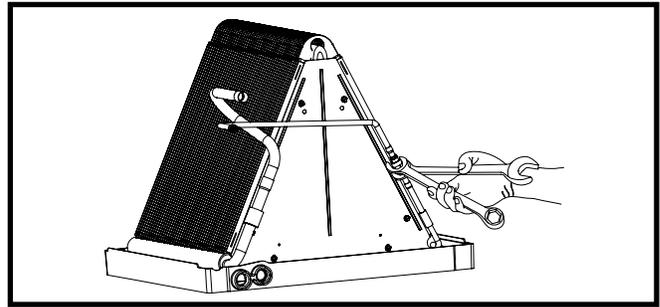

Figure 2. Desserrage de l'écrou et du boîtier du distributeur
4. Alignez l'écrou de retenue sur le boîtier du détendeur thermostatique et serrez les deux composantes à la main. Tracez une ligne sur les deux boîtiers, puis serrez ¼ tour de plus à l'aide de deux clés. Voyez la Figure 2 (page 5). **REMARQUE :** Le mouvement des deux conduites montre à quel point l'écrou est serré. Si une clé dynamométrique est utilisée, serrez entre 10 et 12 pi-lb ou 14 et 16 Nm.
1. À l'aide de deux clés, desserrez l'écrou et le boîtier du distributeur tel que montré dans la Figure 2. Tournez l'écrou de l'assemblage dans le sens contraire aux aiguilles d'une montre jusqu'à ce que les deux moitiés de l'orifice se séparent.